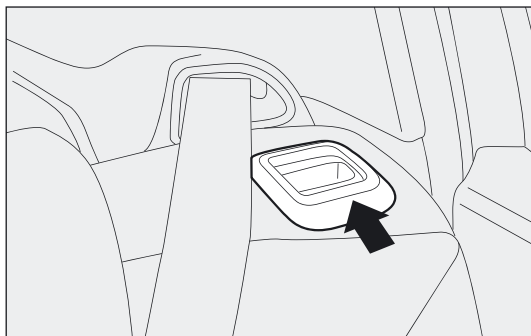

fig. 131
**BELANGRIJK** Als de rugleuning goed is vergrendeld, dan is de “rode band” naast de hendels voor het neerklappen van de rugleuning, niet meer zichtbaar fig. 131. Als de “rode band” zichtbaar is, is de rugleuning niet goed vergrendeld. Als de rugleuning in de normale gebruiksstand wordt gezet, controleer dan of de rugleuning hoorbaar vergrendelt.